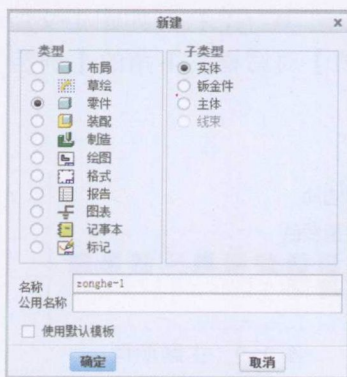
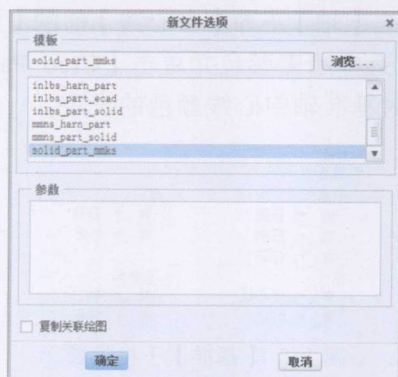

图 1-12 【新建】对话框
图 1-13 【新文件选项】对话框
1) 单击【新建】按钮  选择【零件】类型并输入名称为“zonghe-1”，如图 1-12【新建】对话框所示，取消【使用默认模板】选项，单击【确定】弹出如图 1-13 所示的【新文件选项】对话框，选择【mmns\_part\_solid 模板】，单击【确定】按钮进入模型设计界面。